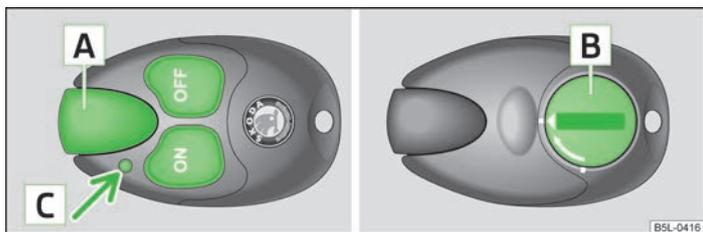

Fig. 92 Calefacción adicional: Radiotelemando
- > Para activar, pulsar la tecla **ON** » fig. 92.
La distancia eficaz es de hasta 600 m con la pila cargada. Para activar o desactivar la calefacción adicional, mantener el mando a distancia verticalmente, con la antena **A** » fig. 92 hacia arriba. No cubrir la antena con los dedos o la mano. Obstáculos entre el mando a distancia y el vehículo, condiciones climatológicas malas y una pila cada vez más débil pueden reducir la distancia de modo significativo.
El testigo en el mando a distancia **C** » fig. 92 indica, después de haber pulsado una tecla, si la calefacción adicional al recibido la señal y si la pila está lo suficientemente cargada.
- Cuando el testigo del mando a distancia indique una pila débil o descargada **C** » fig. 92 de la página 92, se deberá sustituir. La pila se encuentra debajo de una tapa **B** » fig. 92 de la página 92 en la parte posterior del mando a distancia.